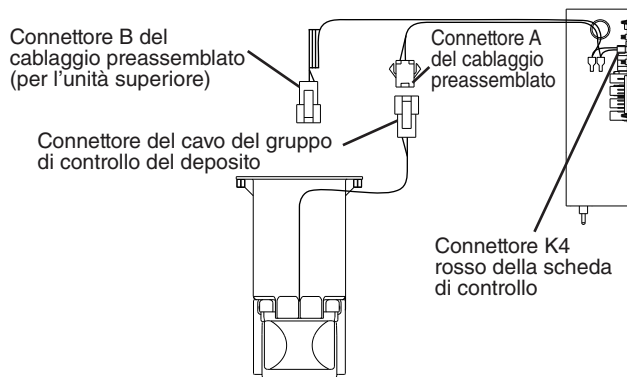

Fig. 4
- c. Utilizzare la vite a testa zigrinata rimossa nel passaggio precedente e quella disponibile nel sacchetto degli accessori per fissare il gruppo di controllo del deposito alla parte inferiore della macchina. Vedere Fig. 4.